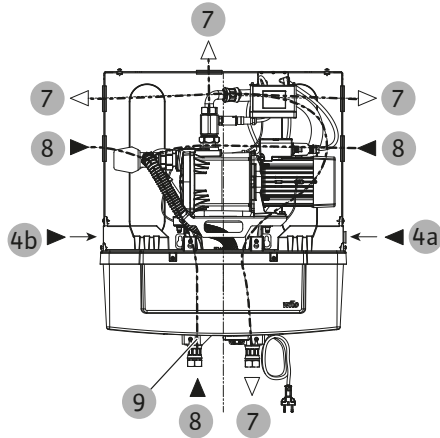

Fig. 14: Hydraulische aansluitingen
- Aansluiting voor bedrijfswaterverdeling (G 1" wartelmoer) (Fig. 14, pos. 7).
- Leidingwaterbuis (G 3/4") (Fig. 14, pos. 4 resp. hoofdstuk Aansluiting leidingwater draaien [► 121] pos. 4a of 4b)
Een verbinding met een flexibele slang in combinatie met een afsluitkraan wordt dringend aanbevolen. De verbinding naar het suppletieventiel (Fig. 14, pos. 4) moet een vlakke afdichting zijn en moet worden uitgevoerd met een wartelmoer.
- Zuigleiding van het regenwaterreservoir (G 1" wartelmoer) (Fig. 14, pos. 8)
- Overloopaansluiting (Fig. 14, pos. 9) voor kleine lekkages met overloopslang (niet inbegrepen, Ø 19–21 mm binnendiameter) (Fig. 2, pos. 29) verbinden
De leidingwatertoevoer (Fig. 1, pos. 4) is standaard aan de rechterkant (Fig. 14, pos. 4a) van de buffertank gemonteerd. Om de installatie te vergemakkelijken, kan deze naar de linkerkant (Fig. 14, pos. 4b) worden verplaatst.